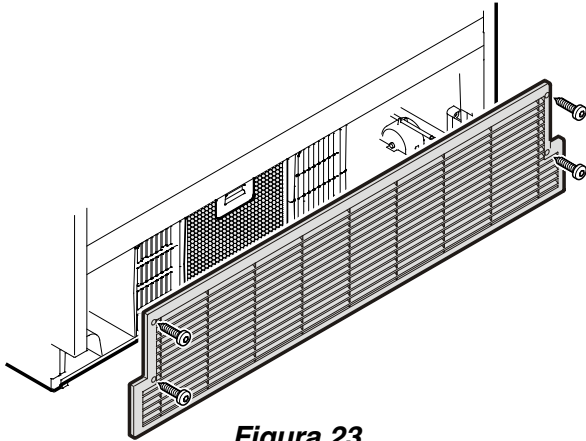

Figura 23
- Abra el cajón inferior del congelador y destornille la rejilla de aireación - **Figura 23**.